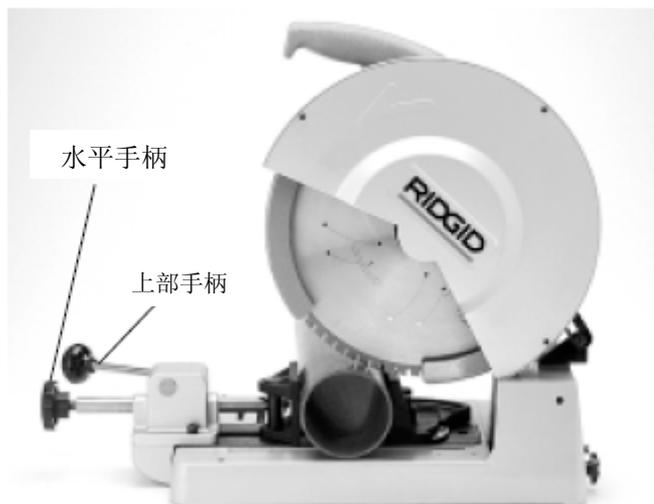

图3 — 双手柄操作
2. 提升上部操作手柄，松开进给机构（见图3），放置工件到虎钳里。如果工件长度超过4英尺，请使用管子支撑。
3. 推动水平手柄，是虎钳接触到工件（见图3）。